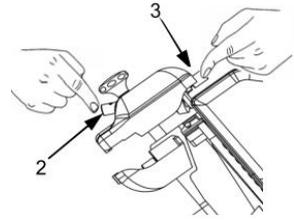

Fig. 28
8. Pulse los botones 2 y 3 al mismo tiempo durante 3-4 segundos y actívalos al mismo tiempo. (fig. 28).